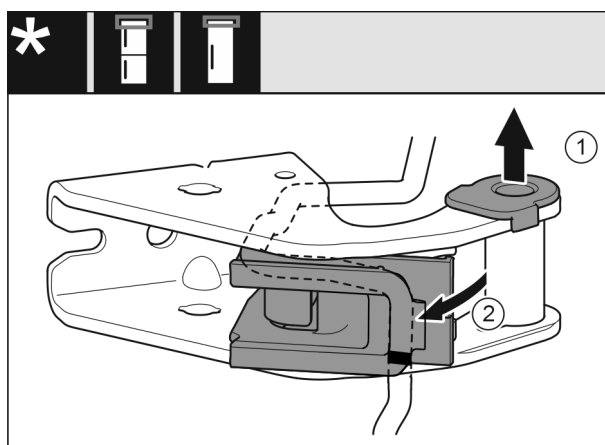

Fig. 26
- ▶ Tirer la douille de palier en dehors du guide. Fig. 26 (1)
- ▶ Incliner le support de câble vers l'extérieur. Fig. 26 (2)